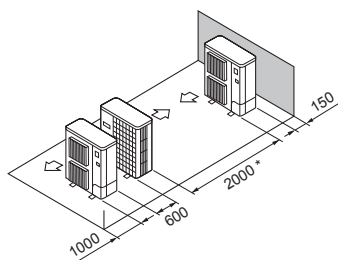

Fig. 2-17
- ⑤ Uppställning med en enstaka parallell enhet (Fig. 2-17)